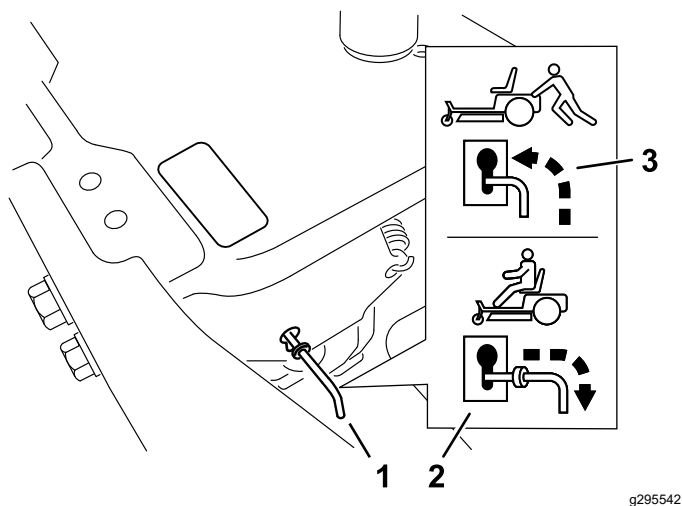

Bild 33
4. Schieben Sie die Bypasshebel nach vorne durch das Schlüsselloch und nach unten, um sie zu arretieren (Bild 33).
Schieben Sie die Bypasshebel nach hinten durch das Schlüsselloch und nach unten, um sie zu arretieren, wie in Bild 33 abgebildet.